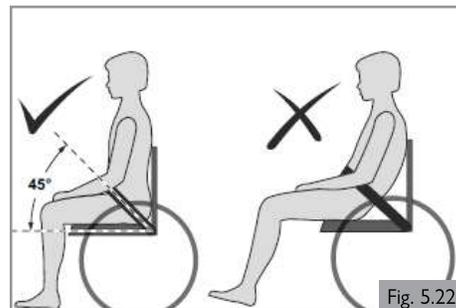

Fig. 5.22
3. Por lo general, el cinturón de dos puntos debe fijarse de forma que el cinturón se sitúe en un ángulo aproximado de 45° (Fig. 5.22), y, cuando esté correctamente ajustado, no debe permitir que el usuario resbale en el asiento.